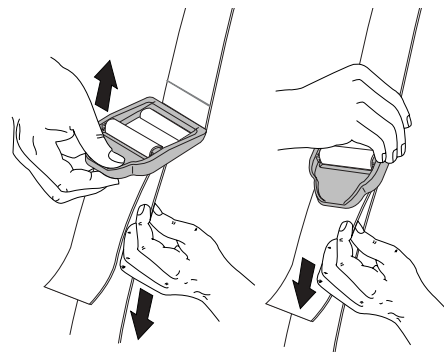

Fig. 8
4. Ajuste la longitud de acuerdo a la medida del operador. Tire de la orejeta para alargarlo y tire de la correa para acortarlo (Fig. 8).